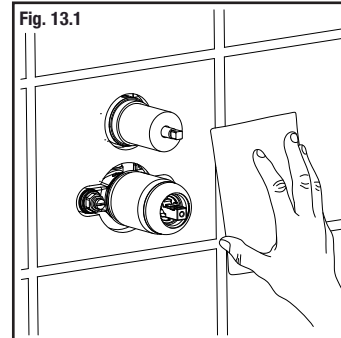
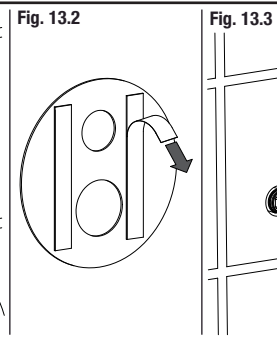
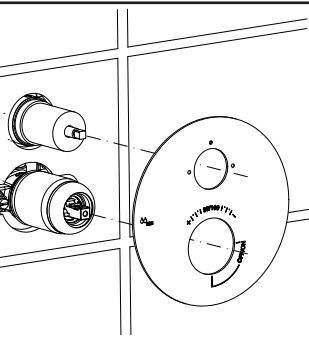

Fig. 13.1
Fig. 13.2
Fig. 13.3
11) Limpie y seque bien la superficie donde va a colocar el plafón (Fig. 13.1). Retire los protectores de la cinta adhesiva del plafón (Fig. 13.2). Coloque el plafón en su posición, compruebe la verticalidad el mismo y presiónelo durante unos segundos contra la pared (Fig. 13.3).
11) Clean and dry the wall surface where you are going to place the cover plate (Fig. 13.1). Take out the adhesive protectors (Fig. 13.2). Place the cover plate vertically and press it against wall some seconds (Fig. 13.3).
11) Nettoyez et séchez la surface sur laquelle vous allez placer la plaque (Fig. 13.1). Retirez les protecteurs du ruban adhésive de la plaque (Fig. 13.2). Placer la plaque, vérifiez sa verticalité et pressionner quelques secondes contre le mur (Fig. 13.3).